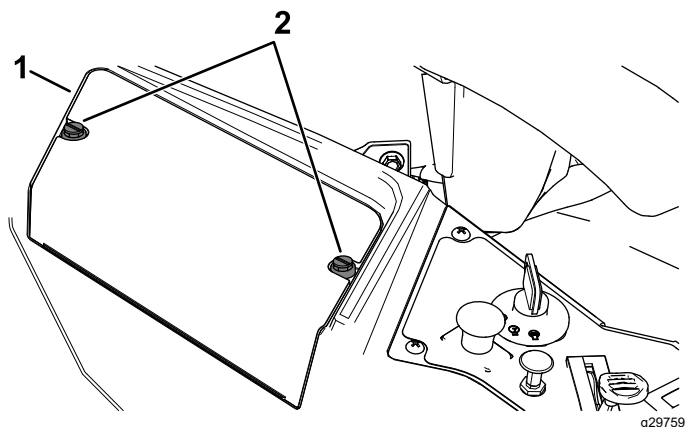

Figura 54
3. Desaperte as duas fixações na cobertura da bateria no sentido contrário ao dos ponteiros do relógio 1/4 de volta e retire a cobertura (Figura 54).
6. Instale a cobertura da bateria empurrando e apertando as duas fixações no sentido dos ponteiros do relógio (Figura 54).